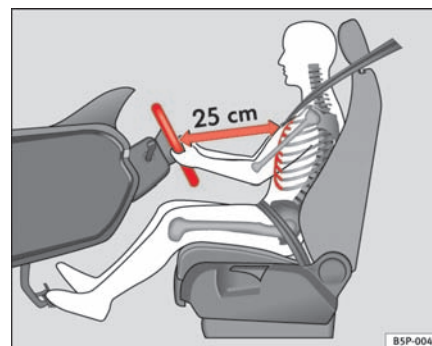

Fig. 95 Sådan sidder føreren korrekt.
- Indstil rattet på den måde, indtil du har nået den ønskede position ⇒ fig. 95.
- Indstil førersædet eller rattet, så afstanden mellem rattet og din brystkasse er mindst 25 cm ⇒ **side 121, fig. 95**. Hvis du ikke overholder minimumsafstanden, kan airbagsystemet ikke beskytte, som det skal. Livsfare.